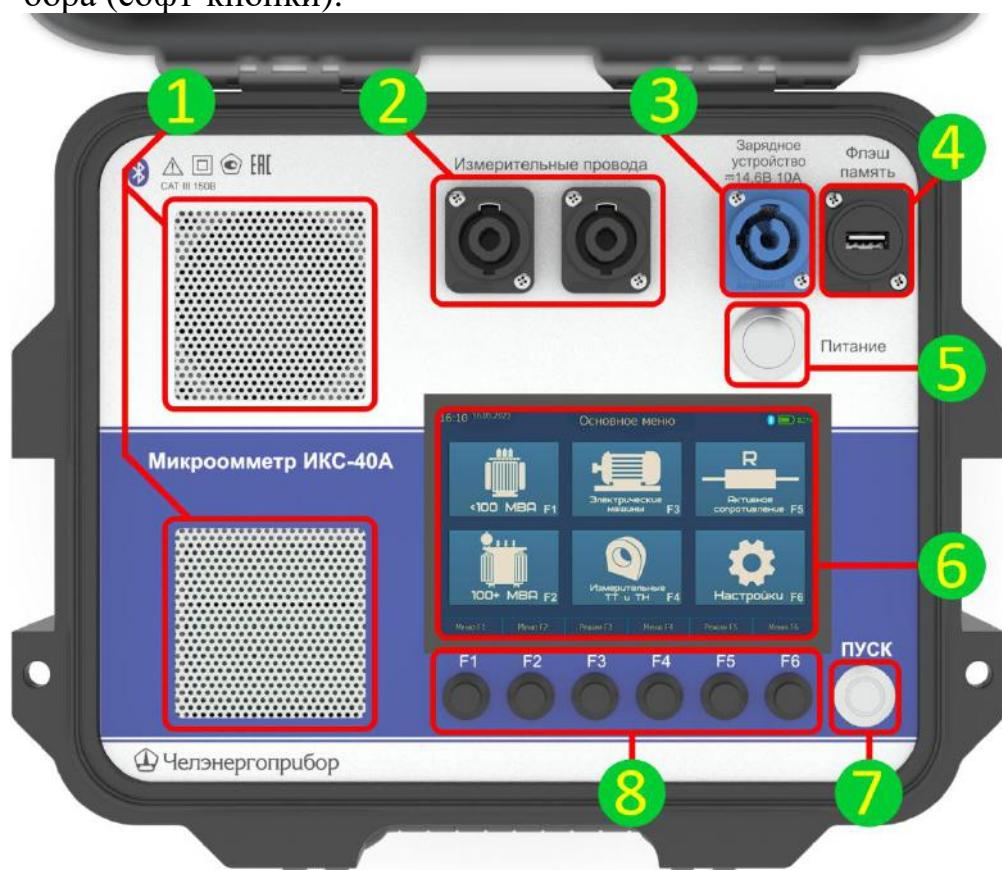

Рис. 2. Внешний вид прибора ИКС-40А
#### 1.4.2. Внешний вид прибора ИКС-40А приведён на рис. 2.
- 2.2.2. Управление прибором может осуществляться с помощью сенсорного ввода, а также с помощью аппаратных кнопок (7,8 рис. 2). Описанные способы управления для основных функций прибора являются дублирующими и взаимозаменяемыми. Благодаря чему оператор может использовать наиболее удобный в каждой конкретной ситуации вариант.
- 2.2.3. Софт-кнопки (8 рис. 2) выполняют различные функции в зависимости от текущего режима работы прибора. Текущие актуальные функции для каждой из кнопок отображаются на панели софт-кнопок (5 рис. 3). Например, в основном меню, представленном на рис. 3 каждая из софт-кнопок закреплена за отдельным пунктом меню и нажатие на нее приведет к выбору этого пункта.